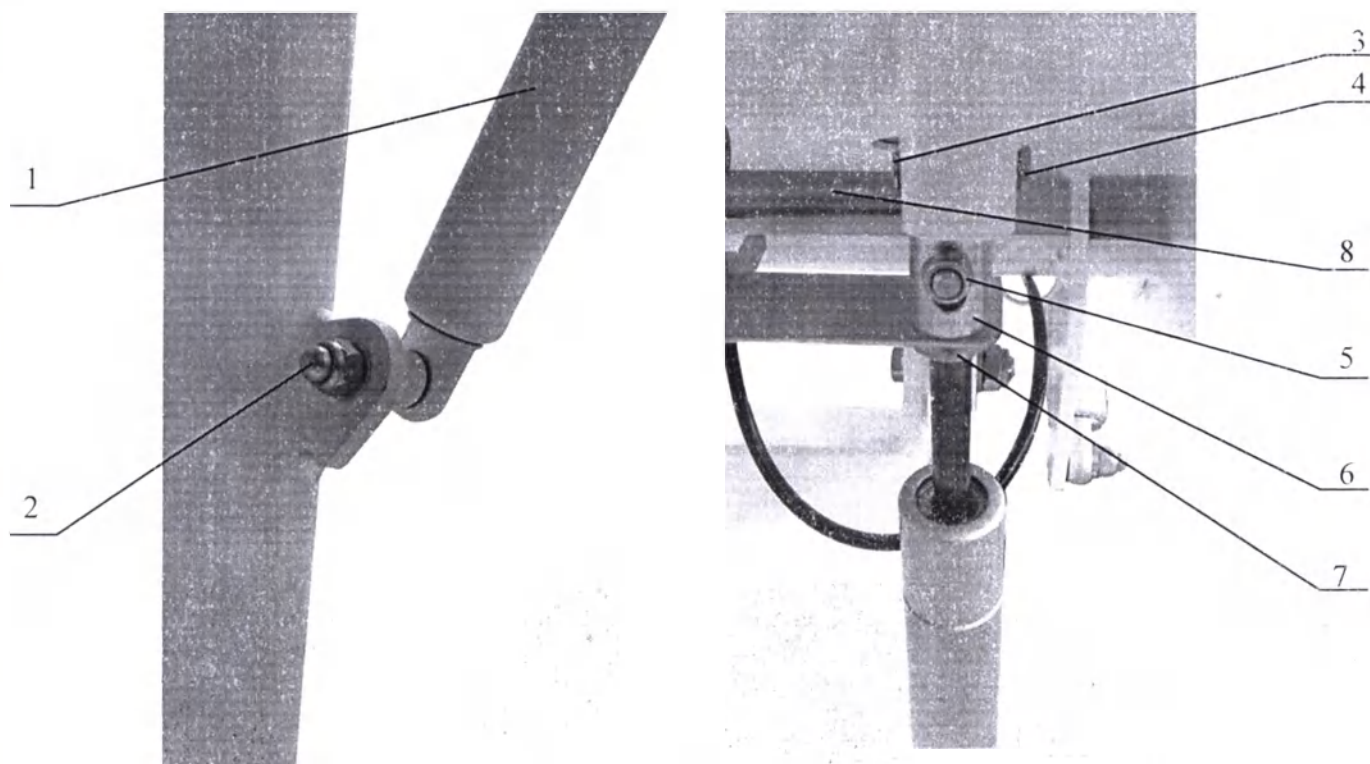

Рисунок 7. Замена газовых пружин поворота сиденья.
- 12.2.1. Отверните гайки 5 (Рисунок 7) – 2 шт.